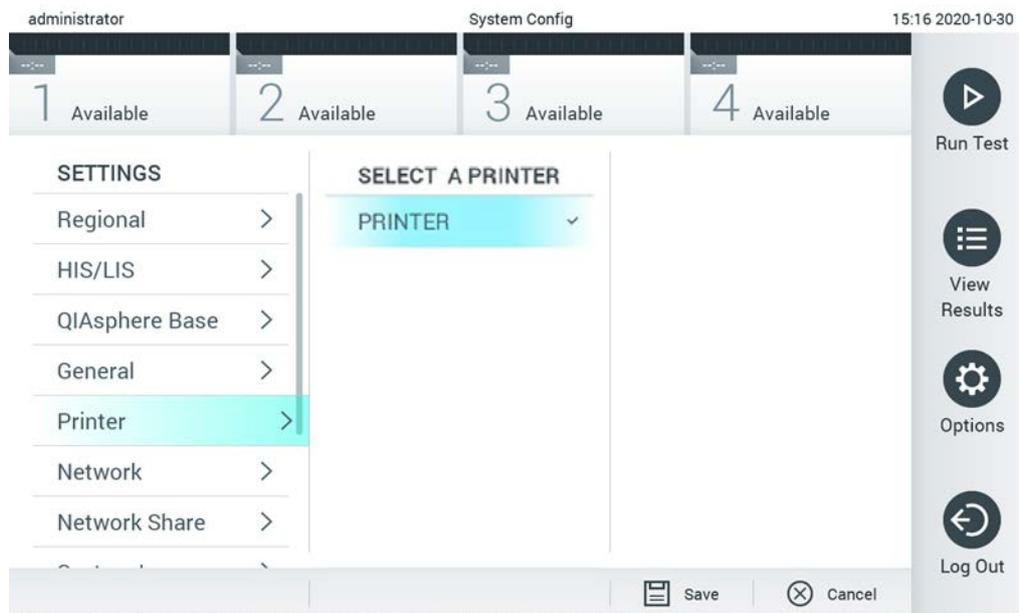

Figura 67. Selección de una impresora del sistema.
3. Seleccione una impresora de la lista de impresoras disponibles (figura 67).